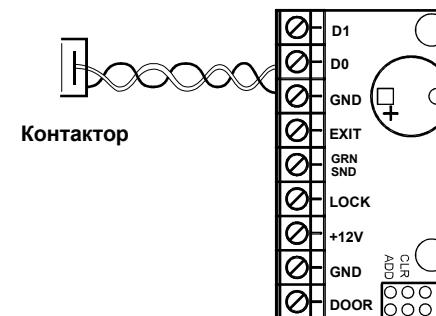
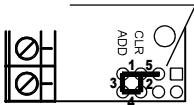

Рис. 5 Подключение контактора
Рис.3 Положения
4. Установите защитный диод (см. рис.5 на стр.40). В случае, если замок электромеханический, установите перемычку в положение 1 (см. Рис.3).
В комплект поставки контроллера Z-5R (мод. Wiegand) входит перемычка, которая используется для программирования контроллера (всего пять положений) (см. Рис.3).
**Для записи информации из ключа DS1996L в память контроллера Z-5R (мод. Wiegand) необходимо подключение контактора ключей iButton (Dallas Touch Memory) (см. Рис.5).**
Для считывания памяти контроллера в ключ DS1996L необходимо подключение к считывателю контактора ключей iButton (Dallas Touch Memory) (см. Рис.5).